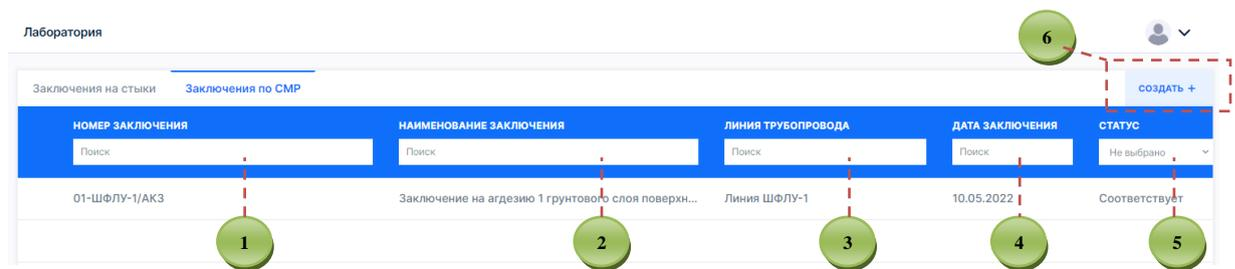

Рисунок 77. Форма просмотра и редактирования вкладки «Заклучения по СМР»
2. Во вкладке «Заключения по СМР» Пользователь вносит следующие данные (рис. 77):